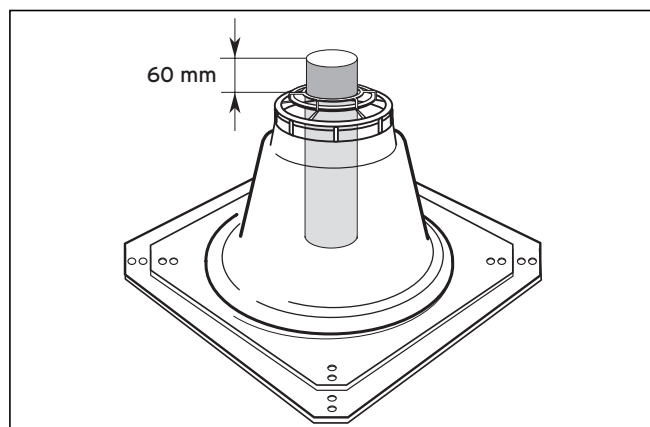

Рис. 6.34 Длина верхней трубы газоотвода
- Контроль: Над основанием насадки на шахту должно выступать 60 мм (см. рис. 6.34).
- Зажмите колпак (1) оголовка шахты (2) над верхним концом жесткой системы отвода продуктов сгорания и сильно надавите.